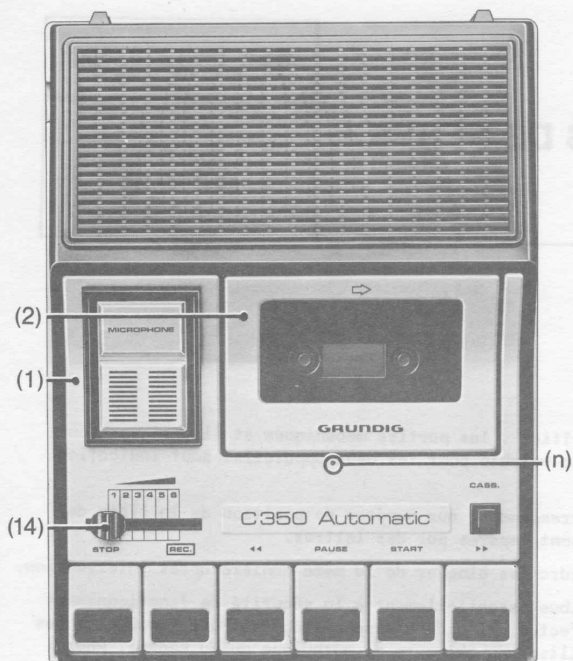

Fig. 1
- Défaire les 4 vis (c). Retirer le bouton volume (14) (Fig. 1).
- La vis d'azimutage (n) est accessible à travers une ouverture du boîtier supérieur (Fig. 1).